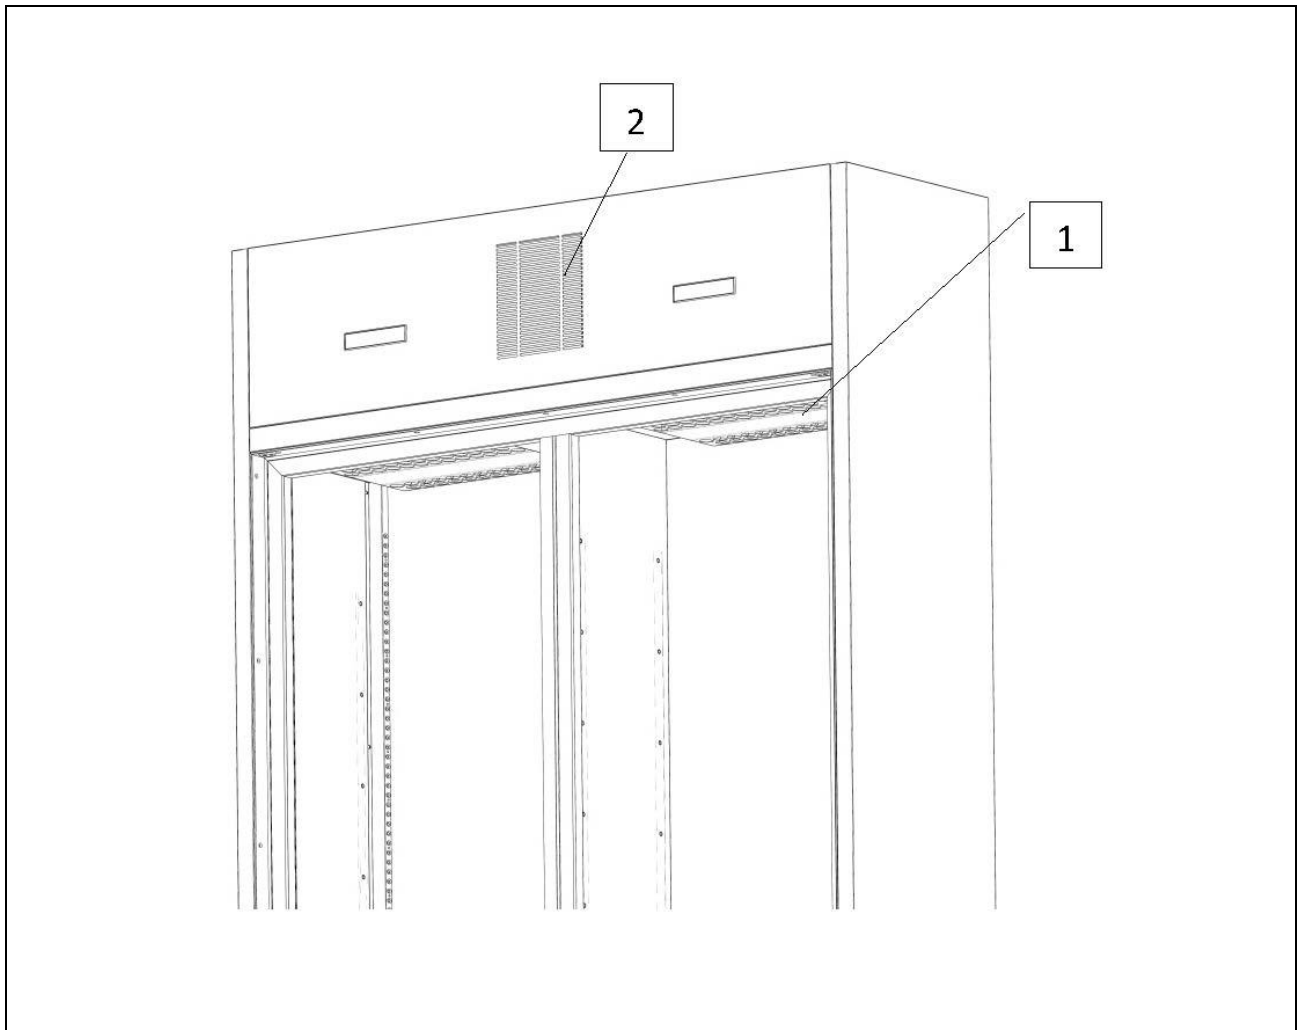

Fig. 6
- Grillages recouvrant les hélices d'aération (réf. 1 fig. 6);
- Grillages recouvrant l'unité de condensation (réf. 2 fig. 6).